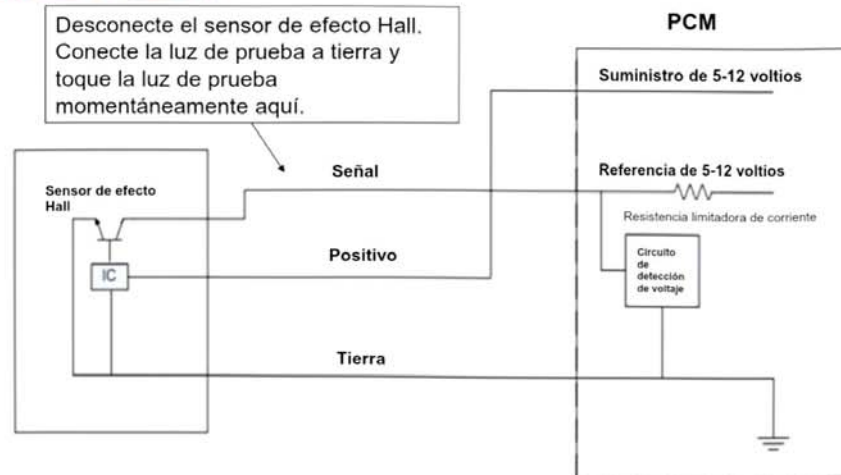

Figura 14
- El módulo o PCM debería responder \(vea figura 14\)